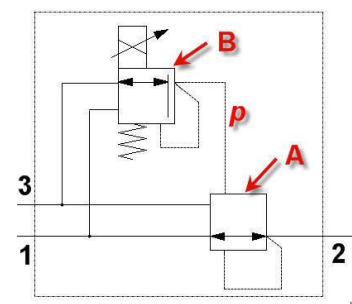

Fig. 8
Ces distributeurs se composent de deux distributeurs (Fig.8), un régulateur de pression (A) conçus pour les débits plus élevés et un petit distributeur de pilotage (B).